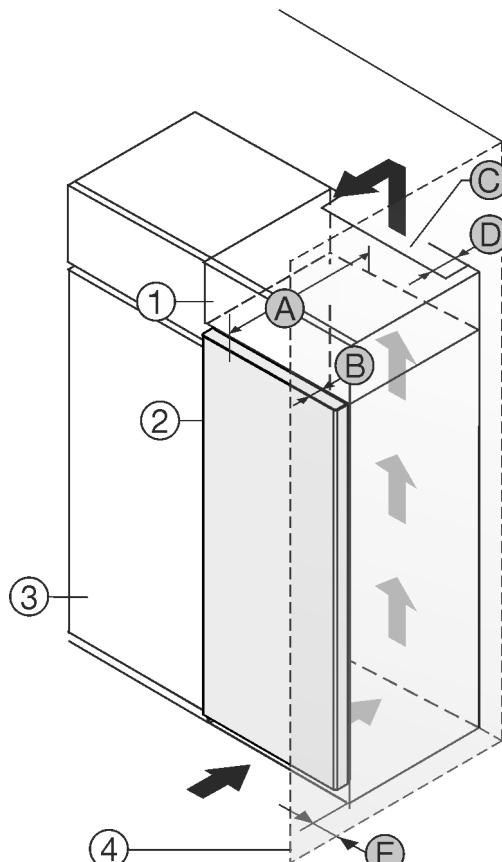

Fig. 1
Uredaj možete postaviti neposredno pored kuhinjskog ormara Fig. 1 (3).*
Na stražnjoj strani visećeg ormara treba postojati otvor za odzračivanje dubine Fig. 1 (6) po cijeloj širini visećeg ormara.*
Ispod stropa prostorije treba poštovati ventilacijski presjek Fig. 1 (C).*
Kada se uređaj postavlja s okovima pored zida Fig. 1 (4), razmak između uređaja i zida mora iznositi najmanje 13 mm.*
Kako biste vrata mogli potpuno otvoriti, uređaj mora biti za dubinu vrata Fig. 1 (5) ispred u odnosu na prednjicu kuhinjskog ormara. Ovisno o dubini kuhinjskih elemenata Fig. 1 (3) i uporabi zidnih odstojnika, uređaj može i dalje stršati.*